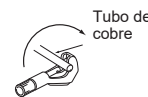

Fig. 1
- A mangueira de drenagem deve ficar voltada para baixo para facilitar o fluxo de drenagem. (Fig. 1)
- 1) Corte o tubo de cobre correctamente com um cortador de tubos. (Fig. 1, 2)